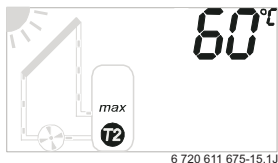

Fig. 16
- La pompe solaire est mise hors service si la valeur mesurée par la sonde de température du ballon T_2 est supérieure à la valeur réglée. Le symbole ☒ s'immobilise et **max** clignote (→ figure 16).